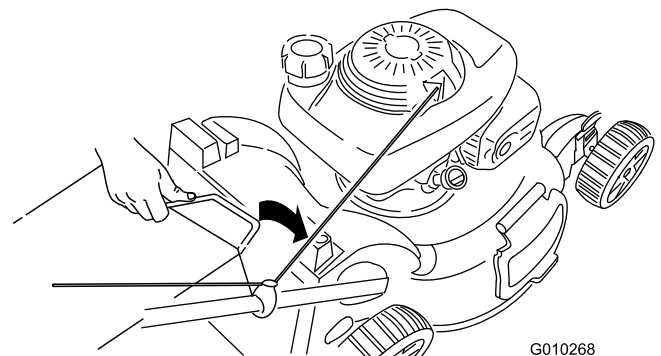

Bild 29
3. Setzen Sie den Fangkorbgriff in die Kerben oben an der Maschine ein (Bild 29).